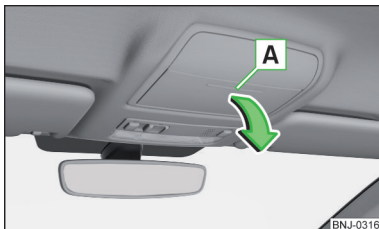

Abb. 87
- Zum **Öffnen** auf den Deckel des Brillenfachs im Bereich **A** drücken. Das Fach klappt in Pfeilrichtung » Abb. 87.